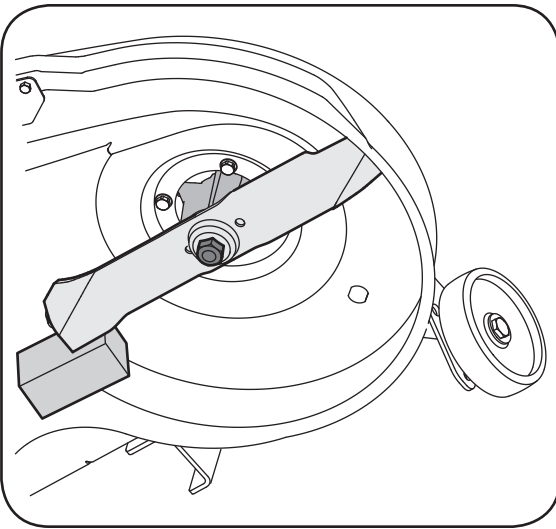

Figure 6-5
2. Placez une cale de bois entre le déflecteur au milieu du plateau et la lame. Voir la Figure 6-5.
3. Utilisez une clé de 15/16 po pour retirer l'écrou à bride à six pans qui maintient la lame. Voir la Figure 6-5.